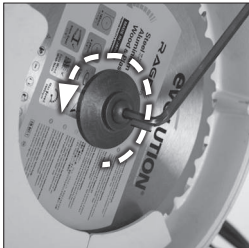

Fig. 4
- Use la llave hexagonal proporcionada para aflojar el tornillo del eje. **(Fig. 4)**